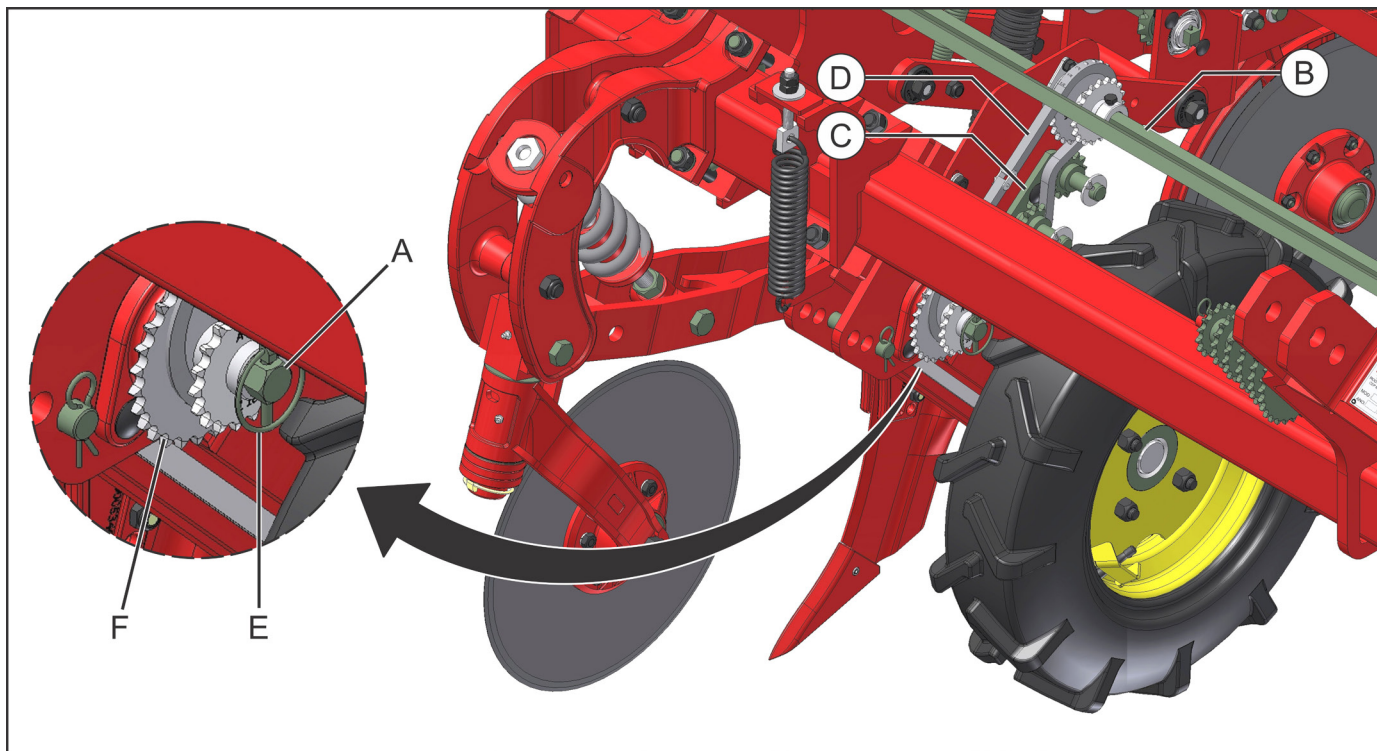

fig. 09
A regulagem da quantidade de semente é realizada através do intercâmbio das rodas dentadas, do eixo motriz (A) (fig. 09) e do eixo movido (B).